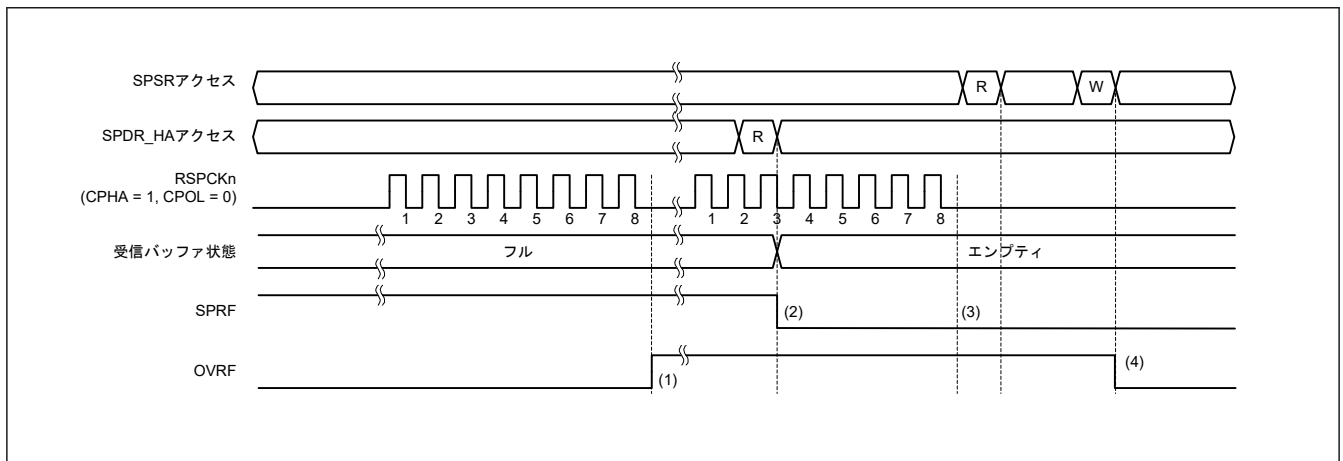

図 28.37 OVRF フラグおよび SPRF フラグの動作例
図 28.37 に、SPSR.OVRF フラグと SPRF フラグの動作例を示します。図 28.37 に記載した SPSR アクセスと SPDR_HA アクセスは、それぞれ SPSR、SPDR_HA レジスタへのアクセス状況を示しています。W は書き込みサイクル、R は読み出しサイクルを示しています。この例では、SPCMDm.CPHA ビットが 1、SPCMDm.CPOL ビットが 0 の設定で、SPI が 8 ビットのシリアル転送を実行しています。RSPCKn 波形の下に記載した数字は、RSPCK サイクル数 (= 転送ビット数) を示しています。
以下に、図 28.37 の (1)～(4) に示したタイミングでのフラグの動作内容を説明します。